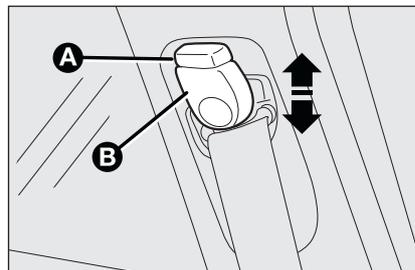

fig. 4
Per compiere la regolazione premere il pulsante **A**-fig. 4 ed alzare od abbassare l'impugnatura **B**.
*Dopo la regolazione, verificare sempre che il cursore a cui è fissato l'anello sia bloccato in una delle posizioni predisposte. Esercitare pertanto, con pulsante A-fig. 4 rilasciato, un'ulteriore spinta verso il basso per consentire lo scatto del dispositivo di ancoraggio qualora il rilascio non fosse avvenuto in corrispondenza di una delle posizioni stabilite.*